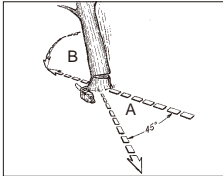

Fig. 11A
⚠ADVARSEL: En rømningsbane (A) bør planlegges og ryddes som nødvendig før kuttinger startes. Rømningsbanen bør strekke bakover og diagonalt til baksiden av det forventede fallområdet, som illustrert i Fig. 11A.
⚠ADVARSEL: Etter hvert som hovedskåret kommer nært til hengelsen, bør treet begynne å falle. Når treet begynner å falle, må du fjerne saken fra skåret, stoppe motoren, sette ned motorsagen, og forlate område langs rømningsbanen (Fig. 11A).